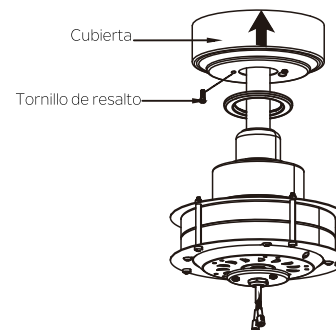

Fig. 15
Paso 2. Ensamble la cubierta haciendo girar la ranura principal en la cubierta sobre el tornillo de resalto en el soporte de montaje. Vuelva a instalar el tornillo de resalto que se había retirado anteriormente, y luego vuelva a ajustar bien los dos tornillos de resalto. (Fig. 15)